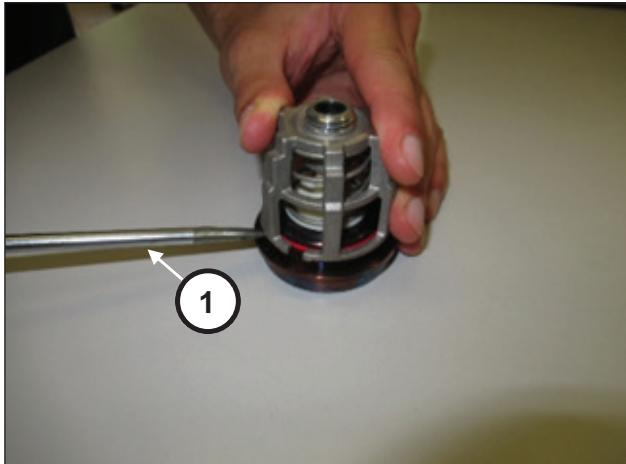

Fig. 106
Smontare i gruppi valvola di aspirazione e mandata facendo leva con semplici attrezzi (pos. ①, Fig. 106).